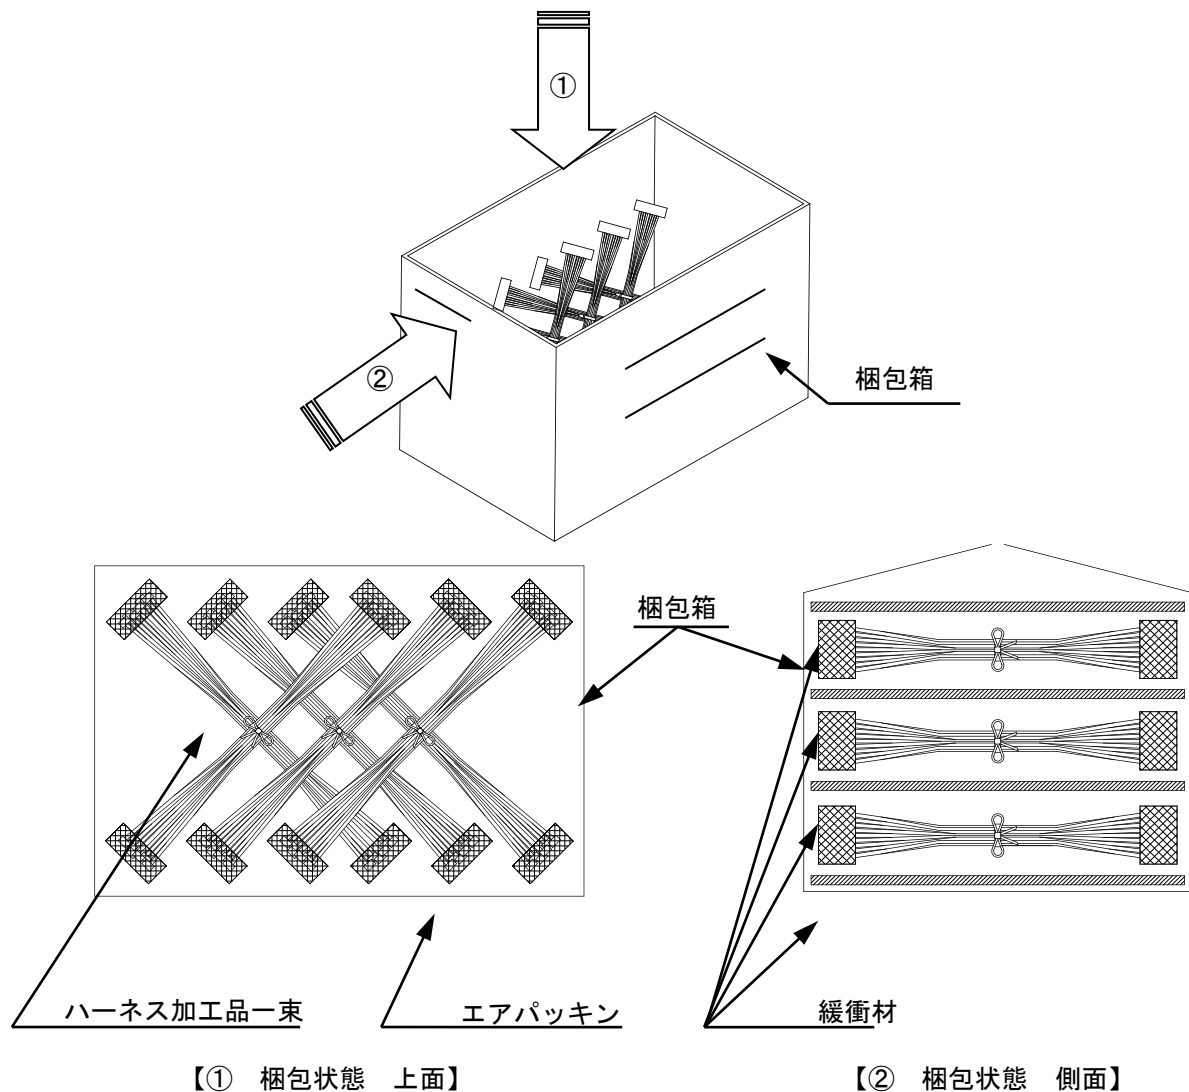

Fig.8-2 梱包状態図
尚、下図 (Fig 8-2) は推奨参考例ですが、ハーネス長が長いなどの理由で他の梱包方式で御使用される場合にも段積みによる加重等の負荷がコネクタに長時間加わらない様御配慮をお願い致します。
※ハーネス加工品の束を梱包箱に入れる際、積み重ねによる荷重等の負荷がコネクタに長時間加わらない様に、箱に合わせた形で製品を交互（十字型）に重ね合わせてください。(Fig.8-2 ①)
※梱包箱底面には、緩衝材等を敷いてください。また、段積みによる荷重等の負荷がコネクタに長時間加わらない様に、緩衝材を敷く等の御配慮をお願い致します。(Fig.8-2 ②)